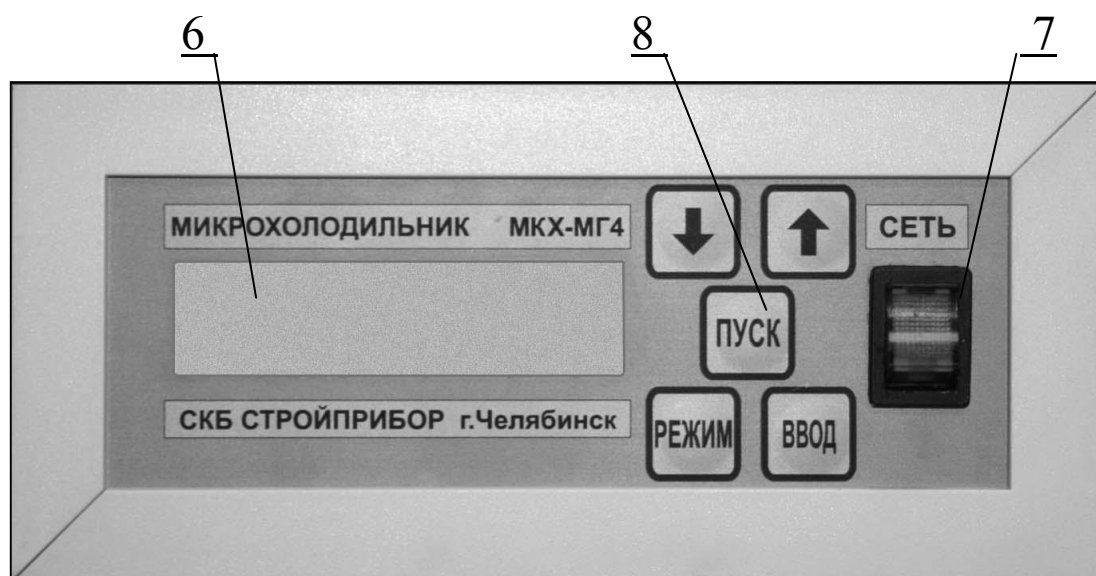

Рисунок 3.1.б – Передняя панель БУ
На задней панели БУ (рис. 3.1.в) размещены гнездо для подключения БХ (9), шнур сетевого питания (10), сетевой предохранитель (11), клемма заземления (12) и разъем USB (служебный) (13).